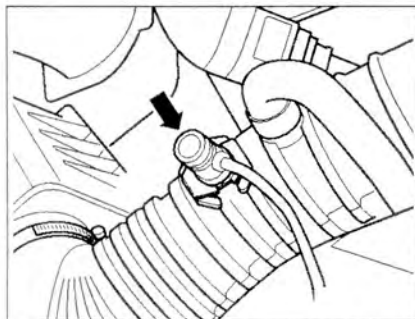

Рис. 2.82. Отсоедините 2-контактный разъем от датчика температуры входящего воздуха (стрелка).
11. Отсоедините 2-контактный разъем от датчика температуры входящего воздуха (стрелка) (рис. 2.82).